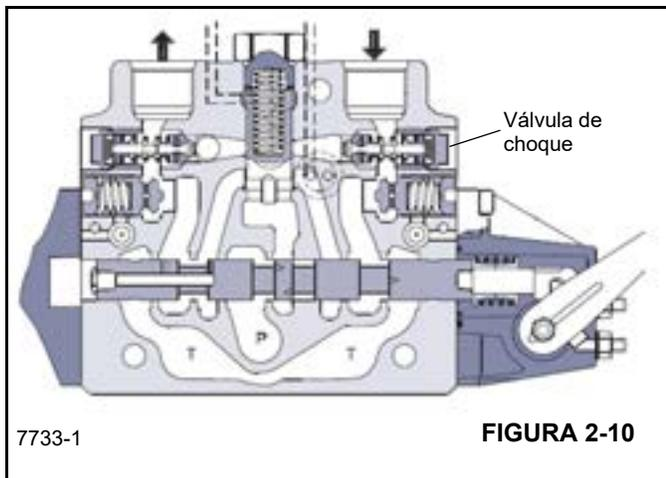

FIGURA 2-10
- Sobre as seções da lança, telescópio e guincho, consulte a Figura 2-10. Estas seções têm válvulas de choque em cada lado da seção da válvula, diretamente opostas à outra, com as válvulas de choque orientadas horizontalmente.